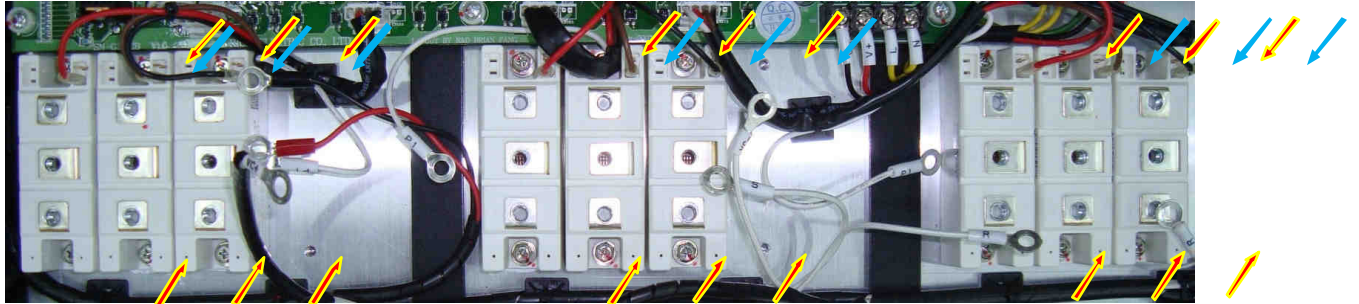

Рис. 6.33.
6.17.3. Отсоединить провода управления от клеммы 4 диодно-тиристорных модулей (рис. 6.33 синие стрелки) и выкрутить 18 винтов крепления модулей (рис. 6.33, красные стрелки). Демонтировать диодно-тиристорные модули. Положить модули и винты в тару.